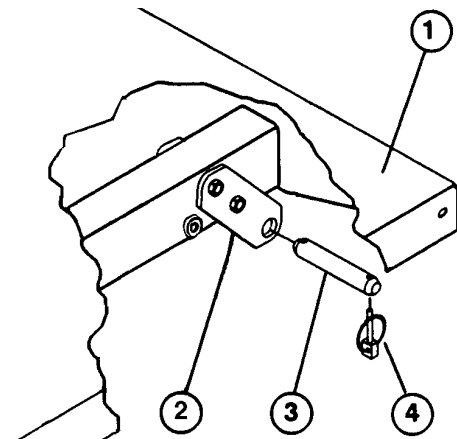

Fig. 2
1. Ta av gaffelboltene og akselpinnene som ble montert på lasteplanets dreiebraketter for forsendelse (fig. 2).